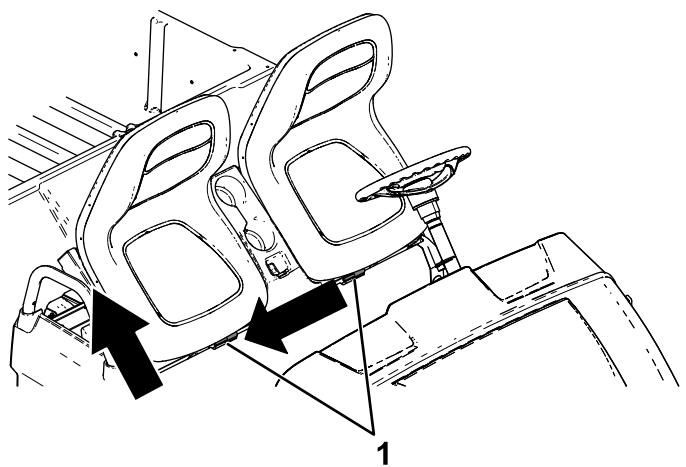

Figura 33
2. Fate scorrere il gruppo sedile sul lato estraendolo dai perni e sollevatelo (Figura 33).